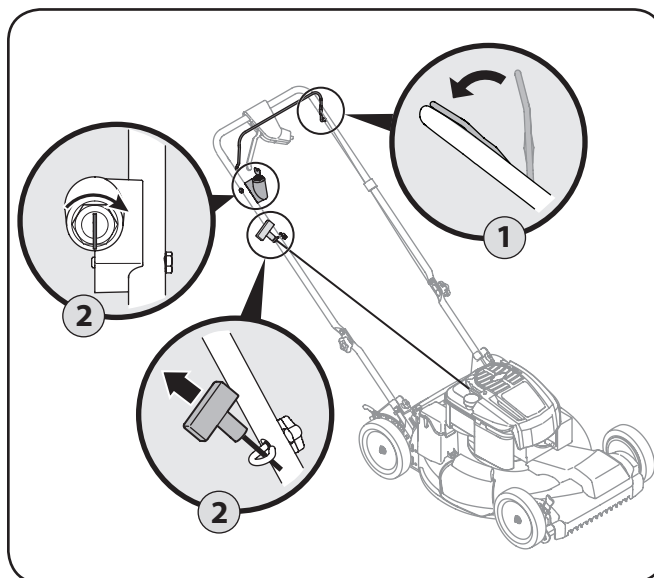

Figure 5-1
2. **Arrancador de retroceso:** Sostenga firmemente las dos manijas juntas, tome la manija del arrancador de retroceso y tire de la cuerda para sacarla con un movimiento rápido y continuo. Vea Figure 5-1. Mantenga firme la manija del arrancador, deje que la cuerda regrese lentamente al arrancador. Repita hasta que el motor esté en marcha. Deje que la cuerda se enrosque lentamente de regreso.